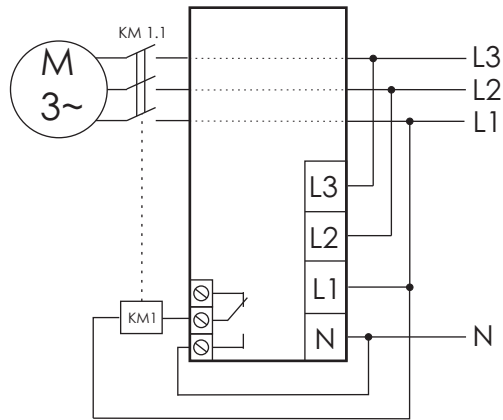

Рис.1 Типовая схема включения изделия AZD.
1. Собрать схему в соответствии с рис.1